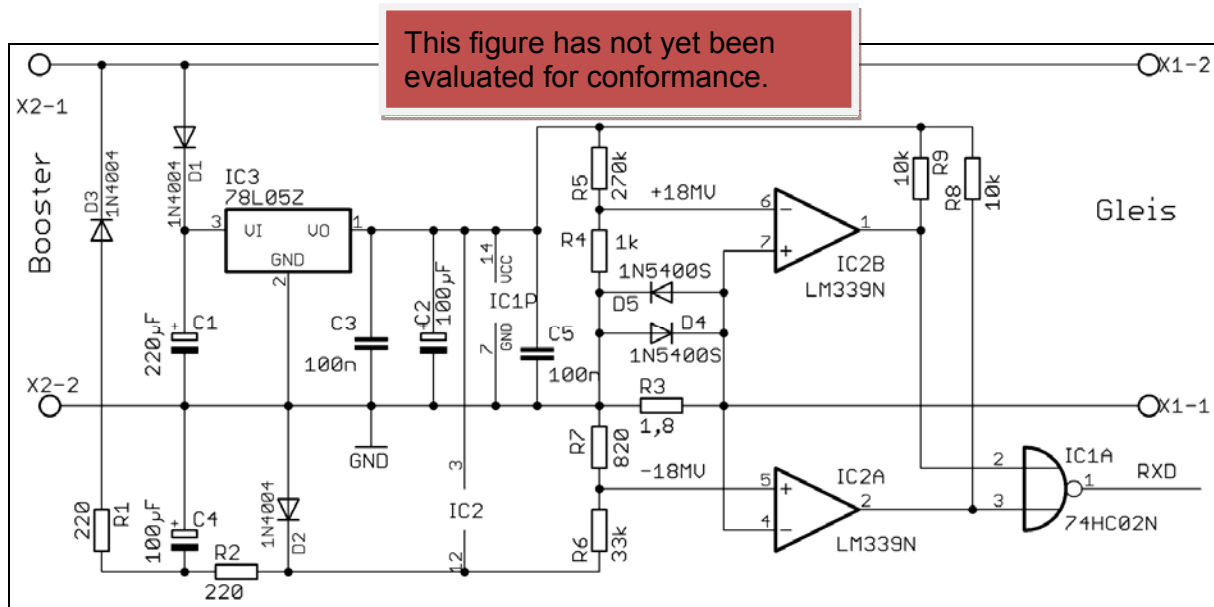

Figure 3: Example of a circuit diagram for a simple RailCom detector
21.09.2011	Abbildung 3 erneuert, geänderter Wert für R3
Ein Detector muss einen Strom von größer 10mA während der mittleren 50% der Bitzeit als '0' interpretieren, einen Strom von kleiner 6 mA während der mittleren 50% der Bitzeit als '1'. Der Spannungsabfall über dem Detector darf 200mV bei maximal 34 mA während des Cutout nicht übersteigen. Abbildung 3 zeigt eine mögliche Hardware Realisierung.